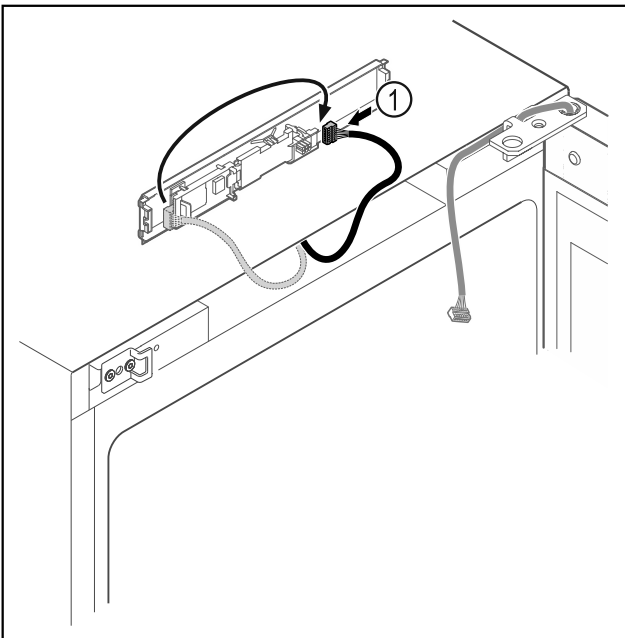

Fig. 13
- Aseta pistoke Fig. 13 (1) levyyn toiseen kohtaan.